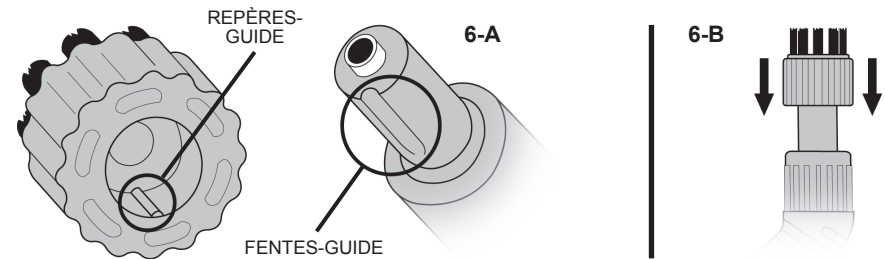

FIGURE 6
**REMARQUE:** Les Brosses utilitaires en nylon et la Brosse utilitaire en cuivre se raccordent toutes de la même façon. Une Brosse utilitaire en nylon apparaît à la FIGURE 6 à titre d'exemple.
1. Alignez la Brosse utilitaire choisie et la Buse directrice. Le repère-guide à l'intérieur de la Brosse utilitaire et la fente-guide de l'extrémité de la Buse directrice doivent être alignés (FIGURE 6-A).
2. Poussez fermement sur la Brosse utilitaire pour y insérer la Buse directrice (FIGURE 6-B).